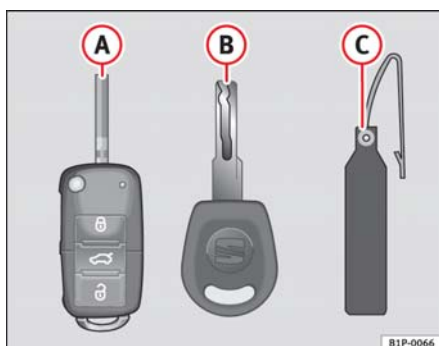

Fig. 62 Juego de llaves
- una llave con mando a distancia ⇒ fig. 62 A con espadín desplegable,
Sólo es posible hacer duplicados con el número de la llave del llavero de plástico ⇒ fig. 62 B. Por este motivo:
⇒ página 101, fig. 62, la llave provista de emisor de radiofrecuencia **A** y la llave convencional **B**.